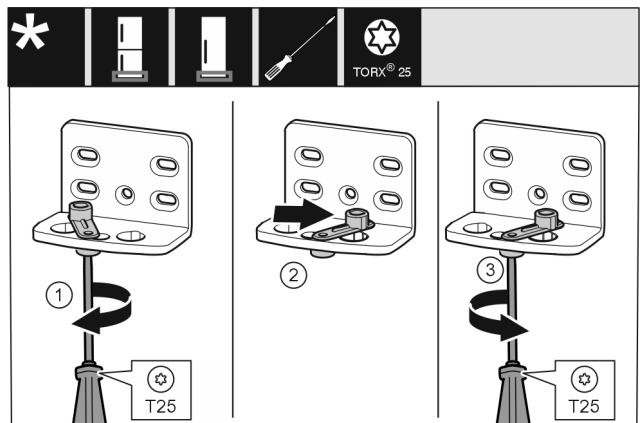

Fig. 15
- ▶ Завийте хлабаво винта с отвертка T25. Fig. 15 (1)
- ▶ Повдигнете помощното приспособление за затваряне на вратата и го завъртете в отвора с 90° надясно. Fig. 15 (2)
- ▶ Затегнете винта с отвертка T25. Fig. 15 (3)